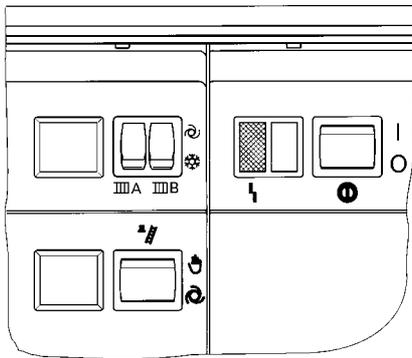

Abb. 42
1. Mittlere Abdeckklappe öffnen (Abb. 42)